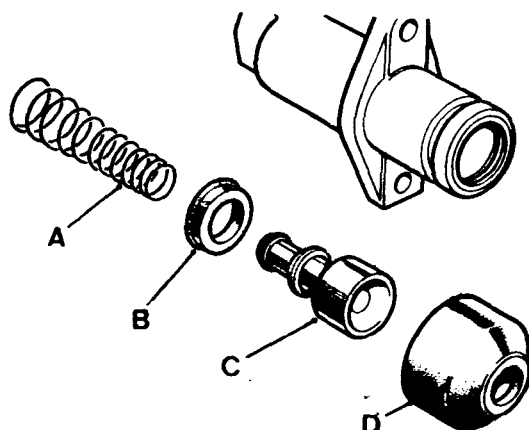

Fig. B2-23 - Cilindro auxiliar desmontado.
3.1.- Con el cilindro fuera del vehículo, se quitará el guardapolvo (fig. B2-23), se hará salir por completo el émbolo, inyectando aire a baja presión por el agujero correspondiente a la tubería de entrada de líquido, y se retirarán el muelle y la empaquetadura.